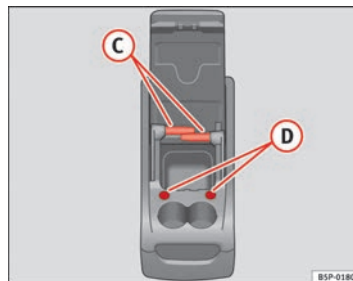

Fig. 112 Rangement mobile. Fonctions
Pour utiliser la tablette (C) ⇒ fig. 112, il faut l'extraire de son logement sur le côté du rangement mobile et la placer dans son logement (D) ⇒ fig. 112 sur la partie frontale du rangement mobile.